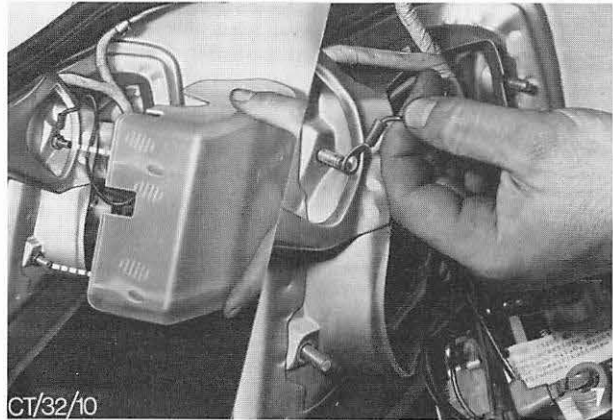

Abb. 12 Schutzkappe – Rückleuchte abnehmen
2. Im Kofferraum Schutzkappe von der Rückleuchte abziehen (gesteckt). Abb. 12.
4. Muttern, Scheiben (je 4) und Massekabel entfernen. Abb. 12. Rückleuchte abbauen.
1. Im Kofferraum Schutzkappe von der Rückleuchte abziehen (gesteckt). Abb. 12.